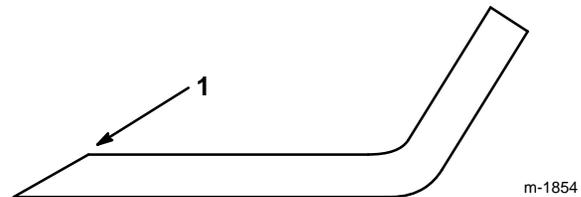

Figure 11
1. Au moyen d'une lime, aiguiser les arêtes de coupe aux deux bouts de la lame (Fig. 11) en veillant à conserver l'angle de coupe d'origine. Limer la même quantité de métal sur chacune des deux arêtes pour ne pas déséquilibrer la lame.